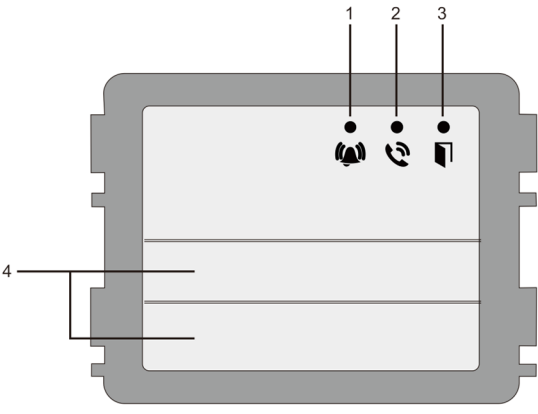

Fig. 1        Descrizione dei morsetti
1	<p>Chiama residente</p> <p>Il visitatore inserisce il numero di un interno (001) o appartamento (ad es. 0101, programmato in precedenza) per chiamare un residente.</p> <p>*Inoltre, il visitatore può selezionare il nome di un residente con il pulsante  o  del modulo per effettuare una chiamata (necessario display)</p> <p>Per annullare la chiamata premere il pulsante .</p> <p>*La funzione è disponibile solo in Fig1.</p>